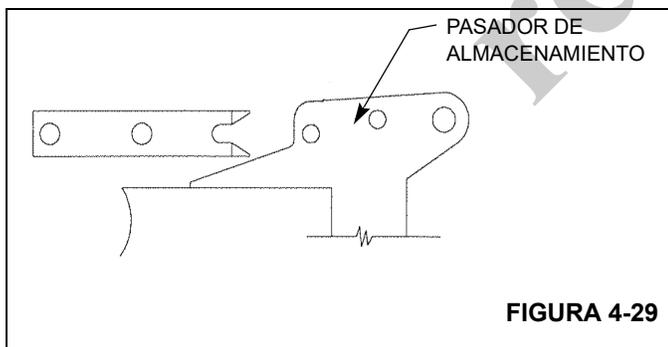

FIGURA 4-29
7. Observe la alineación horizontal de la ranura de los conjuntos de orejetas y el pasador de almacenamiento del plumín. El ajuste horizontal de las orejetas de almacenamiento se obtiene por medio de los agujeros grandes para perno en las orejetas. Desplace las orejetas hacia adentro o hacia afuera para obtener la alineación correcta. Coloque la orejeta superior de modo que sostenga la parte superior del plumín hacia la pluma y la inferior para que sostenga la parte inferior del plumín alejándola de la parte inferior de la pluma; vea la Figura 4-29.
Quite el gato (1, Figura 4-29) del plumín (2) retirando los tres pernos y las arandelas planas (3, Figura 4-29).